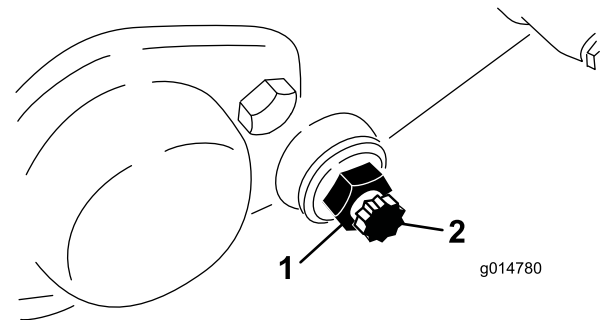

Bild 55
4. Nehmen Sie jede Schraube des Untermesserträgers ab, damit der Untermesserträger nach unten gezogen und von der Maschine entfernt werden kann. Bewahren Sie die beiden Nylon- und die beiden Scheiben aus gestanzten Stahl an jedem Ende des Untermesserträgers auf (Bild 55).
3. Lösen Sie an jeder Seite der Maschine die Klemmmutter, mit der die Schraube des Untermesserträgers befestigt ist (Bild 55).